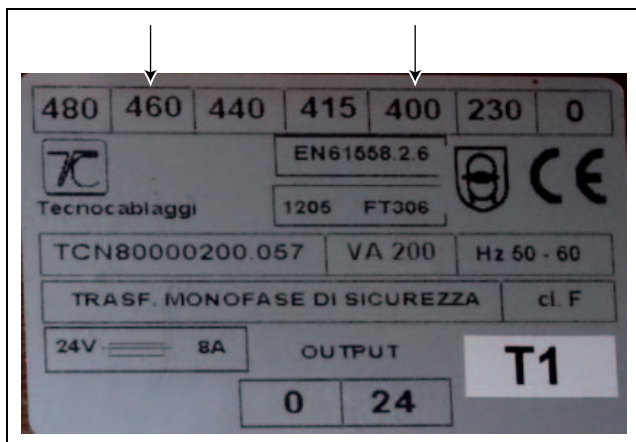

Fig. 18 : raccordement du transformateur
- Débrancher ce raccordement côté primaire et le raccorder sur 460 V (fig. 18).